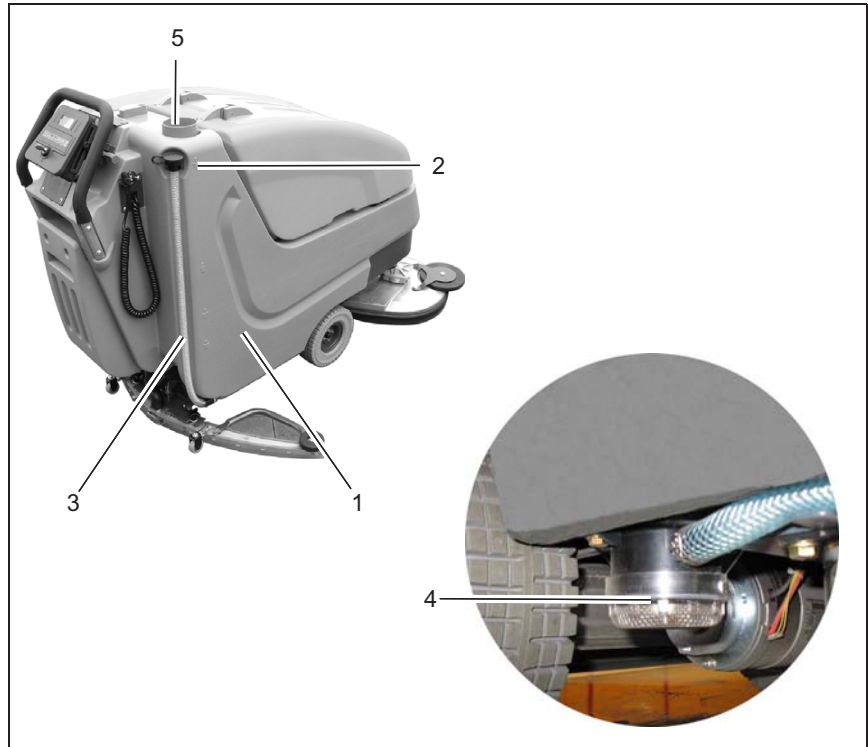

Abb.8
Den Frischwassertank (Abb. 8/1) vor Arbeitsbeginn oder bei Bedarf befüllen. Fahrzeug auf ebenem Grund abstellen. Den Tankdeckel (Abb. 8/5) öffnen und den Frischwassertank bis zur maximalen (1/1) Markierung (Abb. 8/2) befüllen.
Fahrzeug so abstellen, dass sich der Füllstandsschlauch (Abb. 8/3) über einen Abfluß im Boden befindet. Den Füllstandsschlauch aus der Halterung nehmen und den Deckel abnehmen.
Den Frischwasserfilter (Abb. 8/4) wöchentlich kontrollieren und bei Bedarf reinigen oder wechseln.
1. Den Frischwassertank (Abb. 8/1) entleeren, siehe Abschnitt 5.5.2.